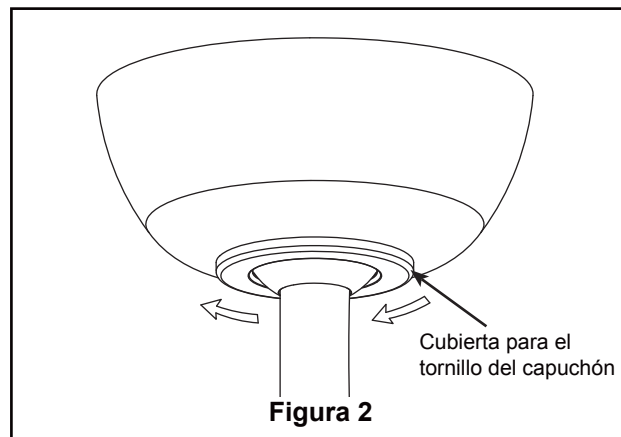

Figura 2
- 2. Coloque y ajuste firmemente la cubierta para el tornillo de la base sobre los tornillos de reborde de la abrazadera para colgar mediante el mecanismo de seguro por giro del chavetero. (Figura 2)